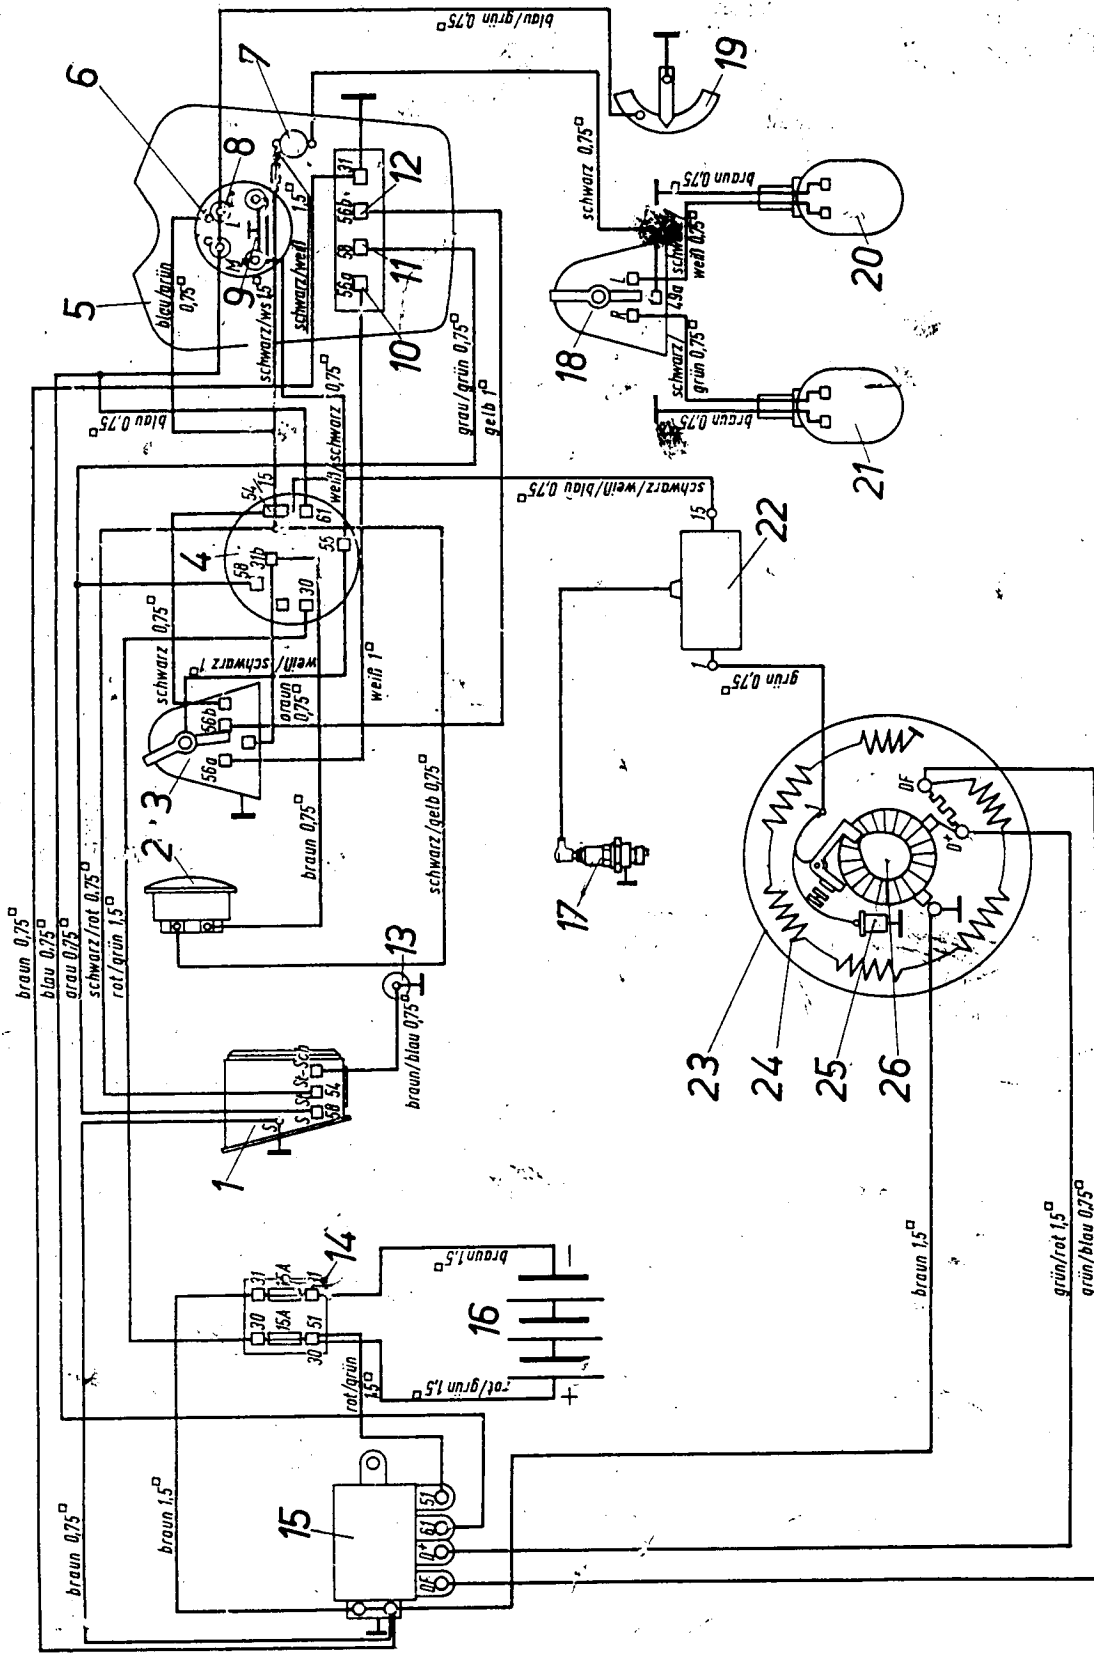

Bild 108
Gleichzeitig erhielt das Klemmbrett (A) zwei 15-A-Sicherungen. Der Lade-Stromkreis ist durch die zweite Sicherung separat abgesichert. Bitte den Schaltplan, Bild 108, beachten!
Legende zu Bild 108